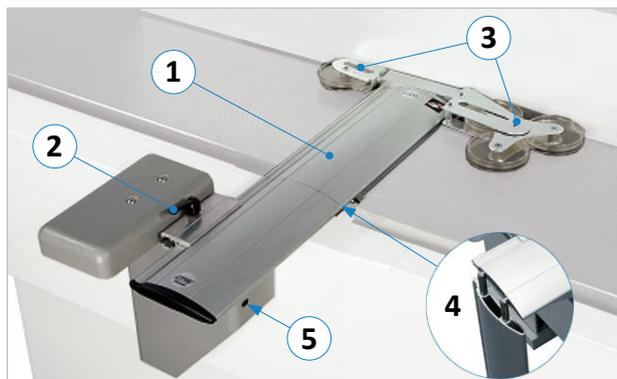

Figure 7 : composants et éléments de commande
- Pour ce faire, soulever manuellement le pont de la table et le laisser tomber. S'il tombe trop brusquement vers le bas ou s'arrête avant d'être à la hauteur de la table, ajustez le réglage du ressort d'équilibrage avec la vis (N). L'accès à la vis se fait par l'ouverture (5) montrée sur ⇒ Figure 7.
- Tourner la vis (N) vers la droite ↻ → moins de poussée du ressort
- Tourner la vis (N) vers la gauche ↻ → plus de poussée de ressort (amortissement plus fort)
L'unité de roues (3) à l'extrémité du pont en aluminium (voir ⇒ Figure 7) peut être tournée en position verticale, horizontale et à 45°. En position horizontale, elle peut en outre être rabattue à 180°.